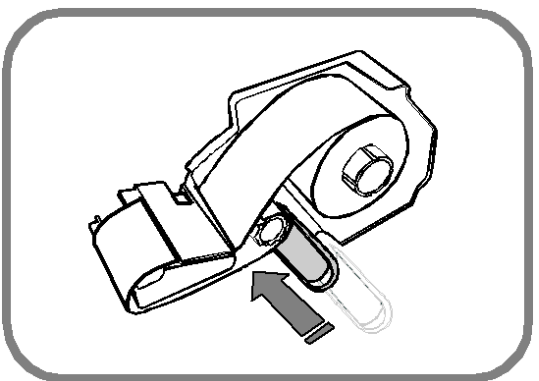

Рисунок 1.17 – Фиксация ленты на приёмной катушке
6. Намотайте ленту на приёмную катушку так, чтобы этого было достаточно для её надёжной фиксации, и зафиксируйте её с помощью фиксатора (см. рисунок 1.17).